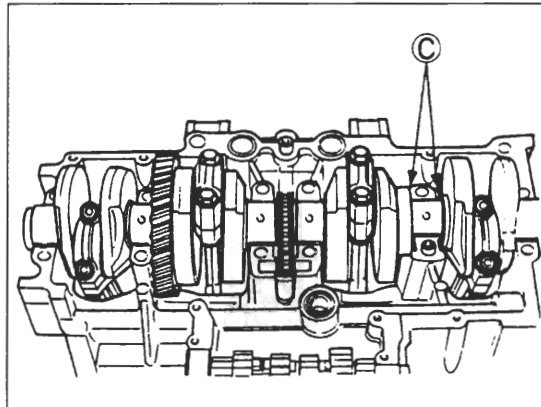

Bild 241
- ⚠ Auf Verbleib der Hauptlagerschalen und Axialspielscheiben -C- Bild 241 achten.